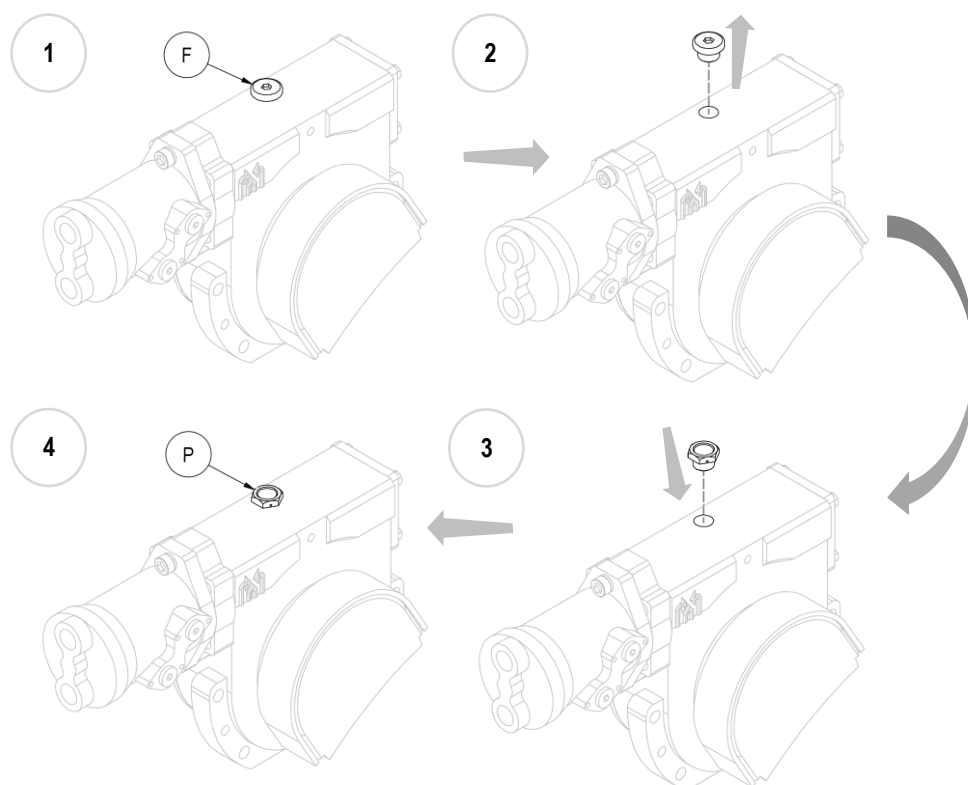

Figura 10
10. **N.B.** Con el implemento montado, reemplaze el tapón de llenado de aceite de hierro ciego (F) por el de plástico suministrado (P), equipado con un respiradero (mira Figura 10).